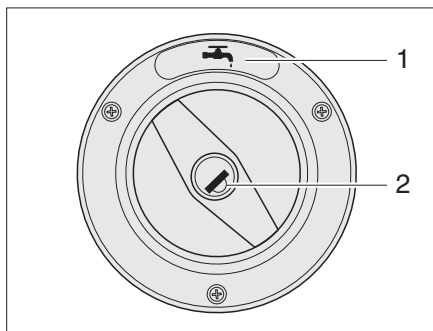
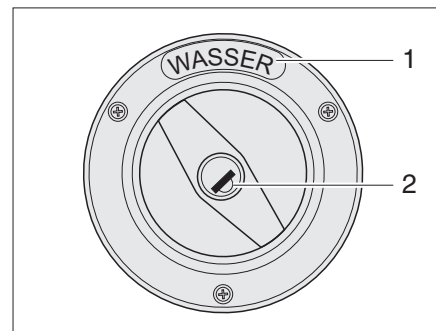

Figura 5 Tapa de cierre del tubo de llenado de agua potable (variante 1)
Figura 6 Tapa de cierre del tubo de llenado de agua potable (variante 2)
- ▷ El tubo de llenado de agua potable está marcado con el símbolo  (Figura 5,1) o el rótulo "WASSER" ("AGUA") (Figura 6,1).
- Introducir la llave en el cilindro de cierre (Figura 5,2 ó Figura 6,2) y girarla en sentido contrario a las agujas del reloj.